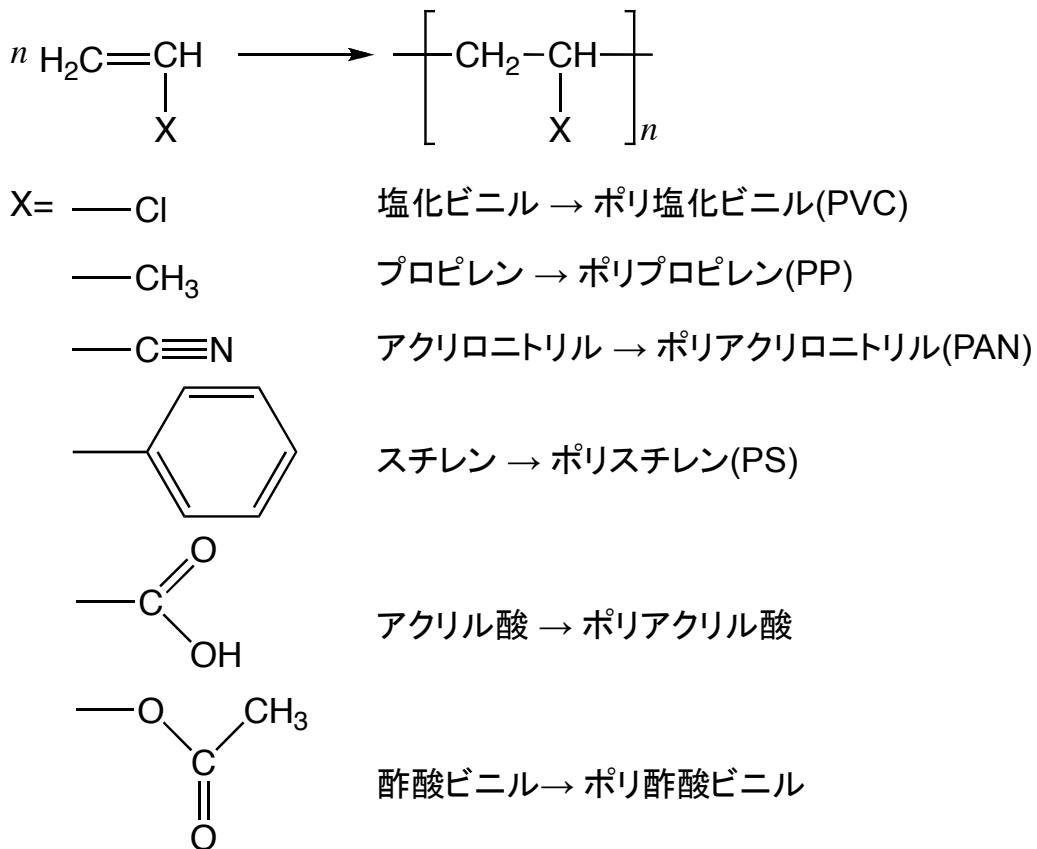

図5 ビニル基をもつモノマーの付加重合によって製造されるポリマーの例
図 5 1,1,2-トリクロロエタンからの脱離反応による塩化ビニリデンの生成. (1) NaOH からの OH^- が水素原子を攻撃し, H^+ を引き抜こうとする. 同時に, NaOH からの Na^+ が隣の C 原子から Cl^- を引っ張る. (2) H^+ と Cl^- はそれぞれの C 原子から離れて行き, 同時に 2 個の C 間に二重結合が生じ, アルケンとなる.
みかけ上, $\text{CHCl}_2\text{CH}_2\text{Cl}$ からは HCl が抜き取られて二重結合が生じた状態になっている. このように化合物が原子の集まりを放出して, 構成原子数の少ない化合物に変わる反応を脱離反応と呼ぶ. このしくみは図 5 のようになっている.
$\text{H}_2\text{C}=\text{CH}-$ の構造をビニル基と呼び、この構造をもつ化合物をビニル化合物と呼ぶ。ビニル化合物からは付加重合を用いて様々なポリマーが製造されている。図5に例を示す。